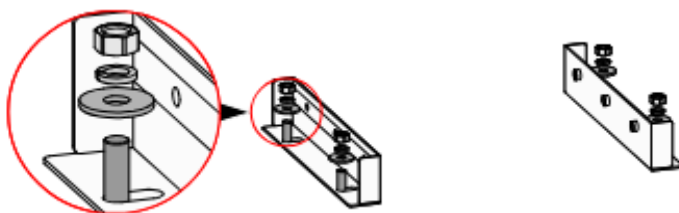

Рисунок 3-13 Крепление опорной пластины.
- Шаг 4 Установите монтажный кронштейн на землю, отверстиями на установленные анкерные болты. Установите плоскую и гроверную шайбы (Ф10), затем, не затягивая, закрутите болты, как показано на Рис. 3-13.